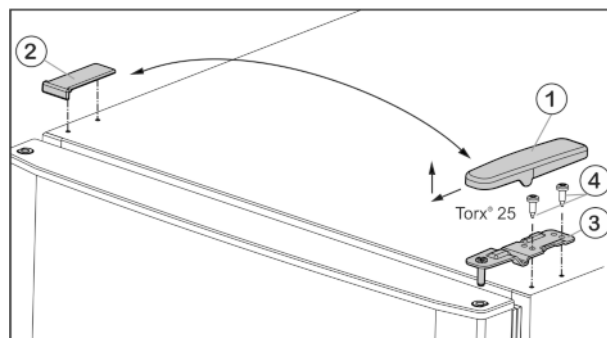
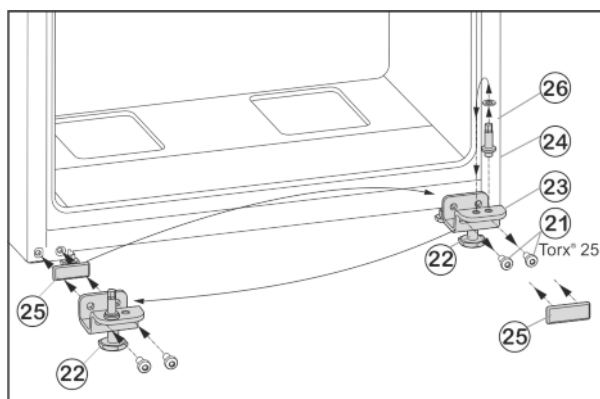

Fig. 5
Fig. 7
- ▶ Wyjąć osłonę Fig. 5 (1) do przodu i do góry.
- ▶ Podnieść osłonę Fig. 5 (2).
- ▶ Odkręcić górną płytkę zawiasu Fig. 5 (3) (2 razy Torx® 25) Fig. 5 (4) i wyjąć ją do góry.
- ▶ Odkręcić śruby mocujące Fig. 7 (21).
- ▶ Usunąć dolną płytkę zawiasu Fig. 7 (23), wraz z trzpieniem zawiasu Fig. 7 (24), podkładką Fig. 7 (26) i nóżką Fig. 7 (22).
- ▶ Odkręcić cały trzpień zawiasu Fig. 7 (24) z podkładką Fig. 7 (26), przełożyć do przeciwległego otworu mocującego płytki zawiasu i tam dokręcić.
- ▶ Ostrożnie zdjąć płytkę osłaniającą Fig. 7 (25) i przełożyć na przeciwną stronę.
- ▶ Całą dolną płytkę zawiasu Fig. 7 (23) wraz z trzpieniem zawiasu Fig. 7 (24), podkładką Fig. 7 (26) i nóżką Fig. 7 (22) ponownie przykręcić po nowej stronie zawiasu, ew. przy użyciu wkrętarki akumulatorowej (z siłą 4 Nm).
- ▶ Założyć dolne drzwi od góry na sworzeń zawiasu Fig. 7 (24).
- ▶ Środkową płytkę zawiasu (13) obrócić o 180° włożyć w dolne drzwi i przykręcić po nowej stronie zawiasu za pomocą śrub mocujących (11)(2 x Torx® 25)(z siłą 4 Nm).
- ▶ Ponownie założyć podkładkę z tworzywa sztucznego (10).
- ▶ Założyć górne drzwi na środkową płytkę zawiasu (13).
- ▶ Włożyć w drzwi górną płytkę zawiasu Fig. 5 (3) po nowej stronie zawiasów.
- ▶ Dokręcić górną płytkę zawiasu (z siłą 4 Nm) (2 razy Torx® 25) Fig. 5 (4). Ewentualnie użyć wkrętarki akumulatorowej.
- ▶ Założyć osłonę Fig. 5 (1) od zewnątrz odpowiednio po przeciwległej stronie i zazębic.
- ▶ Założyć osłonę Fig. 5 (2) od góry odpowiednio po przeciwległej stronie i zazębic.
- ▶ Wykręcić nóżkę Fig. 7 (22) przy dolnej płytce zawiasu Fig. 7 (23), aż będzie przylegać do podłoża.